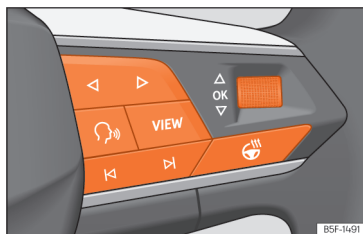

Fig. 9 Lado direito do volante multifunções: botões para utilizar os menus e as indicações informativas do painel de instrumentos (segundo versões).
Enquanto existir uma advertência com prioridade 1 >>> Página 25, não será possível aceder a nenhum menu. Algumas advertências podem ser confirmadas e ocultadas com o botão **OK** do volante multifunções >>> Fig. 9.
- Se aparecer uma mensagem ou o pictograma de um veículo, pressione o botão **OK** >>> Fig. 9; se for necessário, várias vezes.